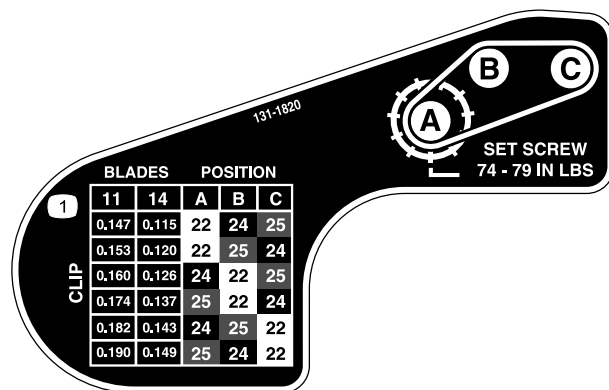

Bild 18
6. Lesen Sie die gewünschte Schnitthöhe und welche Riemenscheiben versetzt werden müssen in der Tabelle ab, die auf dem Aufkleber in Bild 18 dargestellt ist.
9. Setzen Sie jede Riemenscheibe in die neue Konfiguration, wie auf dem Aufkleber angegeben (Bild 18).